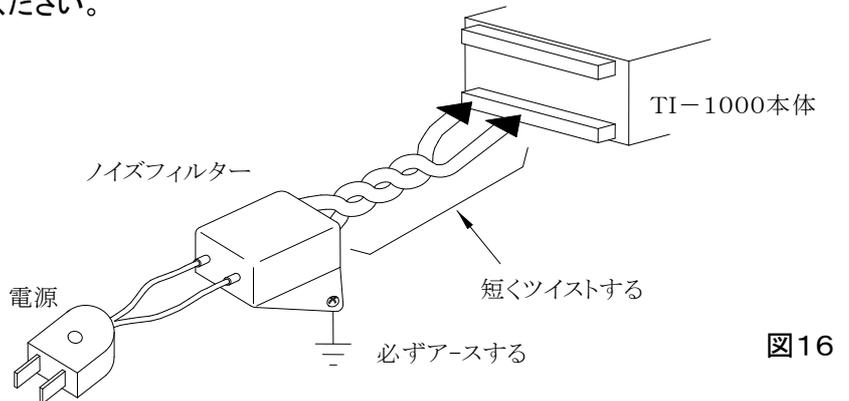

図16
- (1) 電源は動力線と直接共用しないでください。動力線を使用する場合は絶縁トランスを入れて2次側を使用してください。
- (2) センサーコードに3芯シールド線を使用し、ノイズの発生源からできるだけ離して配線してください。
- (3) センサーコードをできるだけ短くし、動力線やインバーターなどのノイズの発生源をさけて、極力雑音を拾わない経路に配管して布設してください。
- (4) 機械のGNDアースコードには、非常にノイズが多く含まれている場合がありますので、TI-1000のGNDに接続させない方が良い場合もあります(TI-1000を完全に機械から絶縁状態)。
- (5) 電源ラインよりノイズの影響を受けた場合、図16のようにノイズフィルターをご使用ください。